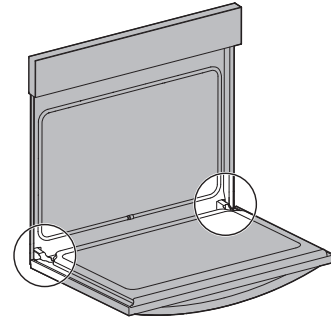

Figure 13: Emplacement de la charnière de la porte
1. Ouvrez complètement la porte du four, parallèlement au sol (Figure 13).
3. Ouvrez complètement la porte du four (parallèlement au sol (Figure 13).